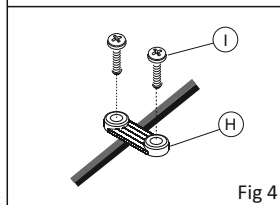

Fig 4
- Lastly, stretch out the cable and fasten it to the installation surface with the cable tie (H) and the screws (I) included as illustrated in figure 4.
- Dann das Kabel spannen und an der Installationsfläche mit dem Kabelhalter (H) und den mitgelieferten Schrauben (I) befestigen, wie in Abbildung 4 gezeigt.
- Tendre le câble, le fixer doucement au plan d'installation à l'aide du serre-câble (H) et des vis (I) fournies comme indiqué figure 4.